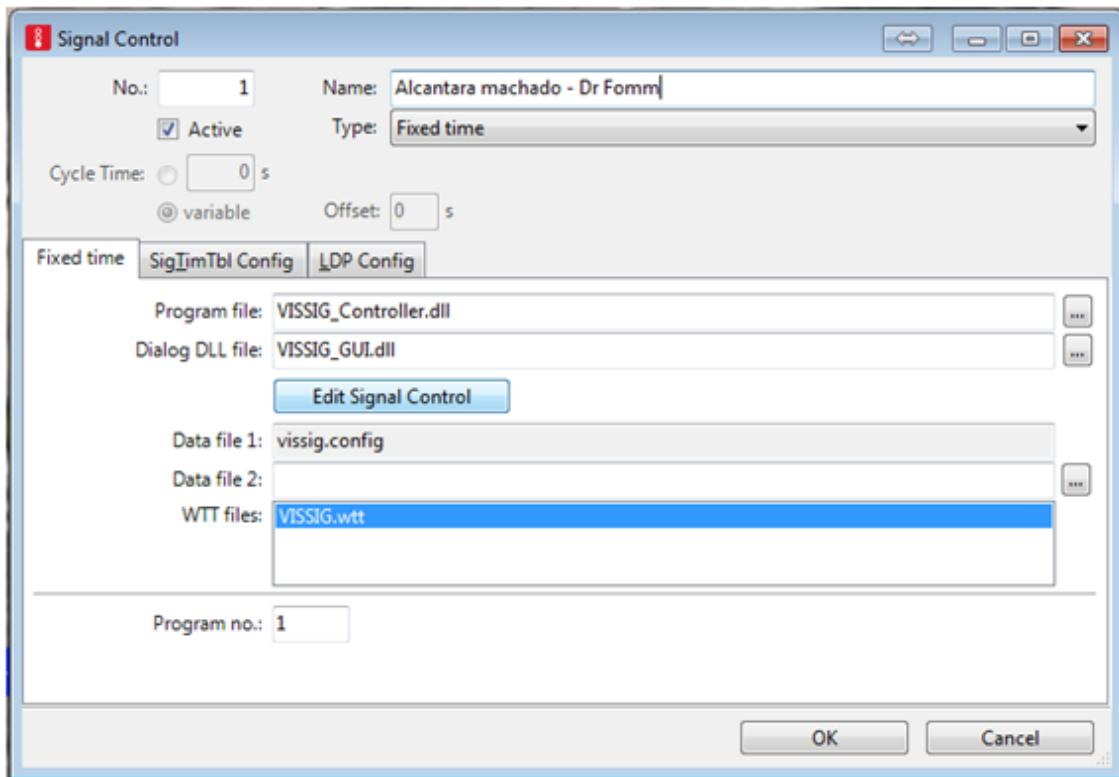

Figura 23
47. Na janela aberta, coloque o nome “Alcântara Machado – Dr. Fomm” e na aba **Fixed Time** selecione **Edit Signal Control**, a qual abrirá uma nova janela (Figura 23).